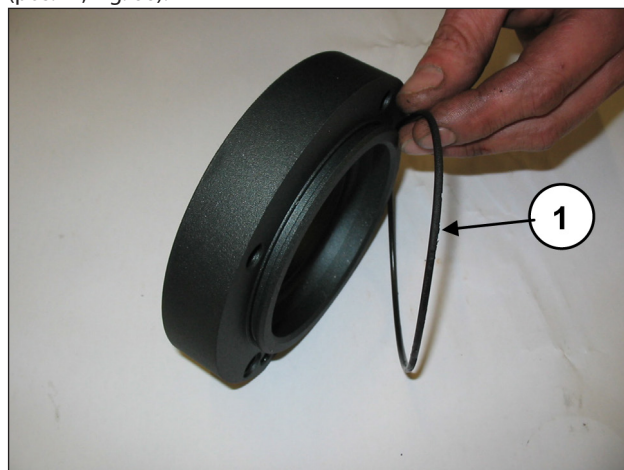
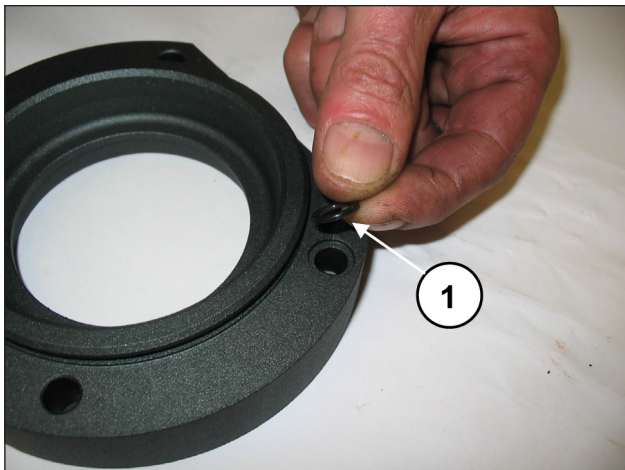

Fig. 65
Fig. 66
Aplicar a las tapas del cojinete PTO, la junta tórica externa (pos. ①, Fig. 65) y la junta tórica del orificio de lubricación (pos. ①, Fig. 66).